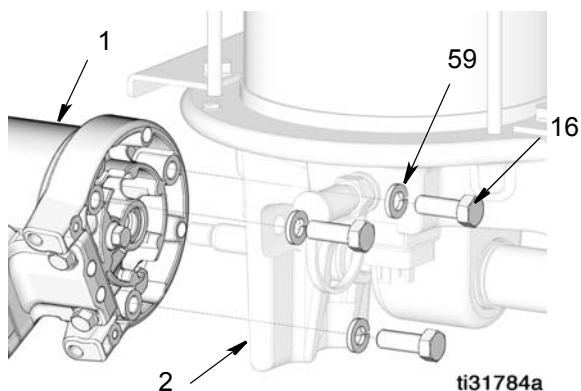

Рис. 32
1. Совместите пневматический двигатель (1) с основанием насоса (2). Совместите отверстие для штифта в пневматическом двигателе с отверстием для штифта в лопаточном штоке (12).
2. Установите три шайбы (59) и винты (16). Затяните с усилием 6,77–13,56 Н·м (5–10 футофунтов) (Рис. 32).